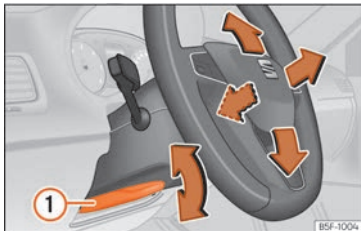

Fig. 5 Levier sur la partie inférieure latérale gauche de la colonne de direction.
- Tirez le levier » fig. 5 ① jusqu'en bas, déplacez le volant sur la position souhaitée, puis remontez le levier en position de verrouillage.
- Après avoir réglé la colonne de direction, poussez fermement le levier » fig. 5 ① vers le haut pour que le volant ne change pas de position accidentellement en cours de route.